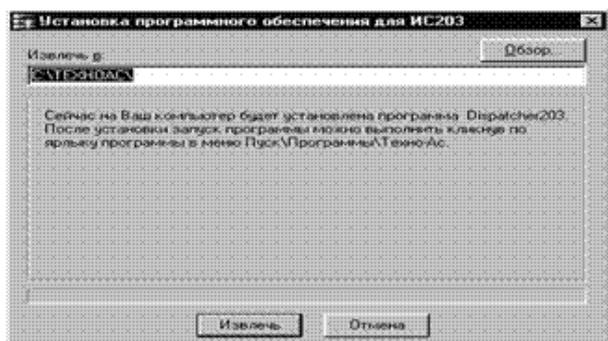

Рис.4
3.2 В левой панели окна выбрать программу Dispatcher203. Для установки программы нужно нажать кнопку “Загрузить” или 2 раза щелкнуть левой кнопкой мыши по строке с названием программы. После запуска программы установки появится окно, показанное на рис. 4.